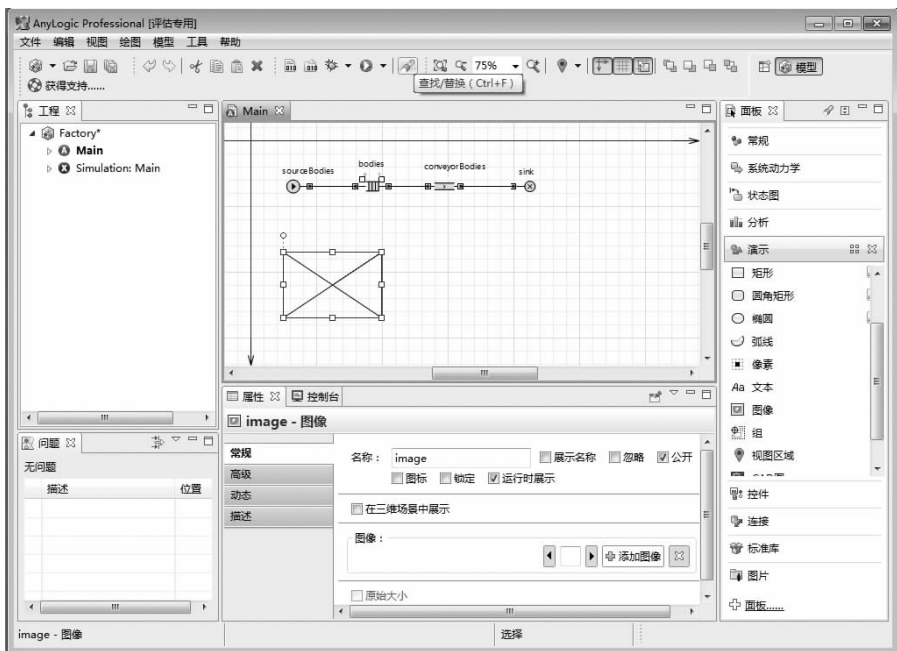

图 3-19 将图像对象添加到图纸中
(2) 拖曳面板中的图像对象到图纸中,如图 3-19 所示。